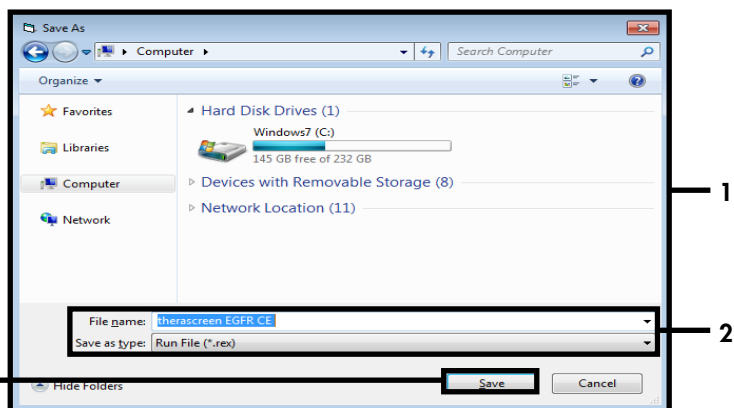

Figura 6. Janela “Save As” (Salvar como) (1). 2 = campos “File Name” (Nome do arquivo) e “Save as type” (Salvar como tipo); 3 = “Save” (Salvar).
17. A janela “Save As” (Salvar como) é exibida. Escolha um nome de arquivo adequado e guarde a execução da PCR como um arquivo de execução *.rex na localização selecionada. Clique em “Save” (Salvar) (Figura 6).